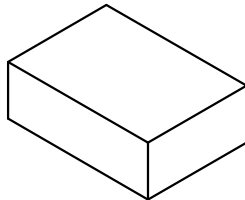

图3 内盒包装
- 2: 如图3，每内盒装5小袋，装盒后贴上物料标签，数量为5X500pcs。